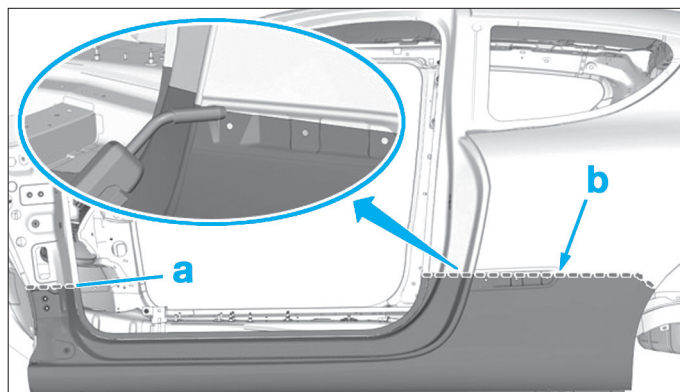

FIG. 100
- Souder par cordon MAG les zones (a) et (b) (Fig.100).